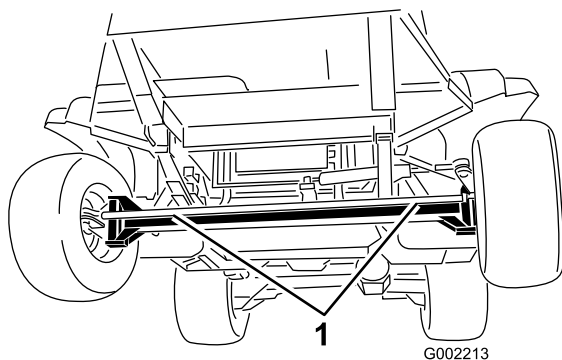
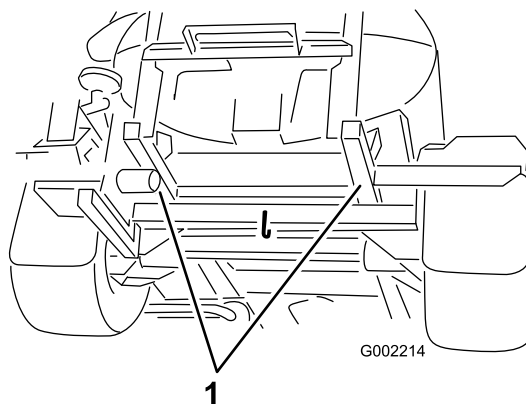

Рисунок 58
Рисунок 59
4. Прикрепите буксирный трос к раме; см. описание расположения передних и задних точек крепления для буксировки (Рисунок 58 и Рисунок 59).